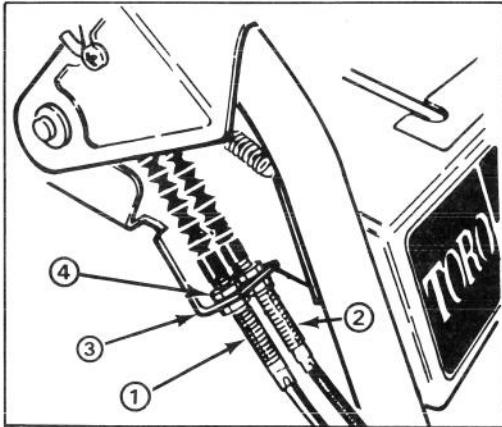

Abbildung 27
Gebläselenkzwischenhebel und Bremshebel (Abb. 27) sollte 3 mm betragen. Ist der Abstand weniger als 3 mm, ist der Riemen auszutauschen.
4. Die obere, das Räumwerk-/Gebläse-Kabel an die Befestigungsschelle festhaltende Gegenmutter lösen (Abb. 27).
5. Die untere Gegenmutter nach oben drehen, um die Riemenspannung zu erhöhen (Abb. 27).
EINSTELLEN DES FAHRANTRIEBSRIEMENS (Abb. 27)
3. Die Speed-Shift-Steuerung in die Leerlaufstellung (N) stellen.
8. Die das Kabel an die Schelle befestigenden Gegenmuttern an dem dem auszuwechselnden Riemen entsprechenden Steuerkabel lösen (Abb. 27). Beim Auswechseln des (der) Riemen(s) muß das Kabel zum Gleiten in der Schelle frei sein.